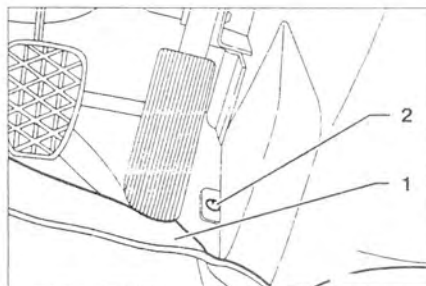

Рис. 10.44. Поднимите покрытие **1** пола со стороны водителя и выкрутите винт **2**.
26. Поднимите покрытие **1** пола со стороны водителя и выкрутите винт **2** (рис. 10.44).